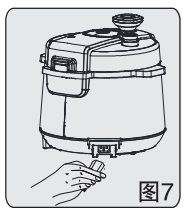

图7
- ◆将电源线一端插入锅底部的插座上(如图7);另一端插到电源座上(必须插到位)。